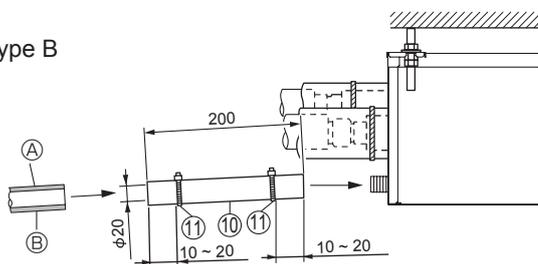

Fig. 8-1
- (1) Breng PVC-lijm (lokaal verkrijgbaar) op de afvoeraansluiting van de aftakdoos aan en duw de aangebrachte slang ⑩ zo ver mogelijk op de aansluiting. (Fig. 8-1)
- (2) Breng een pijp van harde PVC (VP-16, lokaal aan te schaffen) in de aangebrachte afvoerslang ⑩ aan en lijm ze aan elkaar vast en bevestig het geheel. (Fig. 8-1)
- (3) Breng een band ⑪ op de aangehechte afvoerslang ⑩ aan (Fig. 8-1)